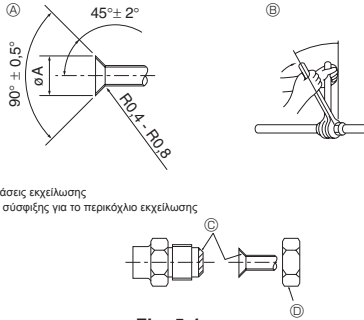

Fig. 5-1
Ⓐ (Fig. 5-1)
Ⓑ (Fig. 5-1)
5.2. Σωλήνες σύνδεσης (Fig. 5-1)